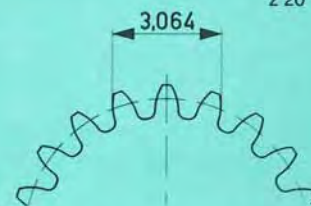

Abb. 7
Prfung der Zahnweite eines Stirnzahnrades (vorwiegend bei kleinem Modul) zusammengesetzt aus ⑤ Abb. 7; 8